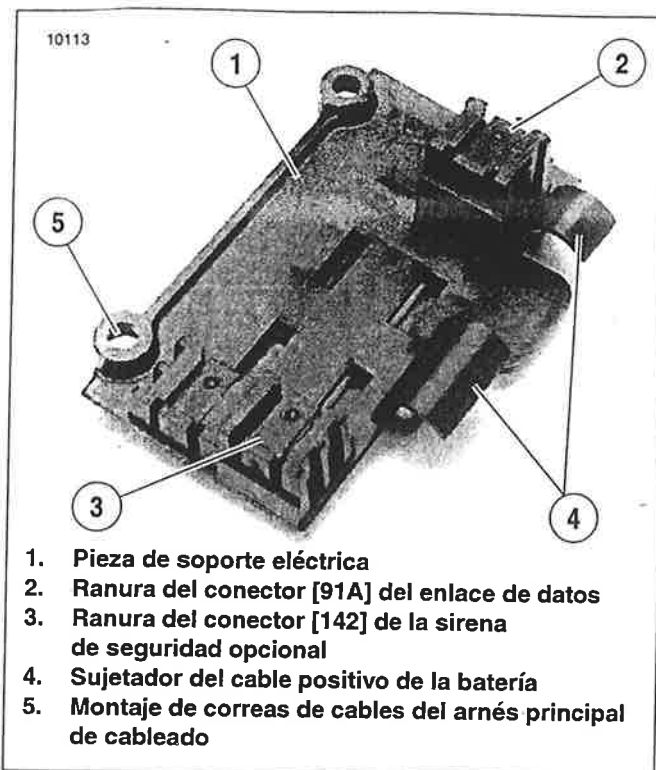

Figura 7-3. Pieza de soporte eléctrica
2. Vea la Figura 7-3. Instale un conjunto **nuevo** de correas de cables del arnés principal de cableado en el punto de montaje (5) en la pieza de soporte eléctrica.
3. Monte el conector [142] de la sirena de seguridad opcional en su ranura (3) y el conector [91A] del enlace de datos en su ranura (2).